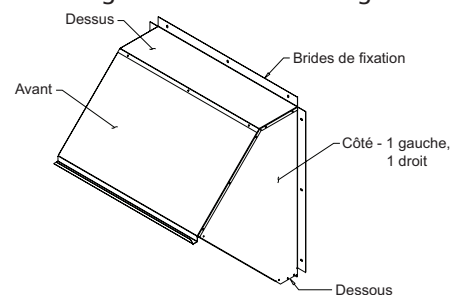

Figure 2 — Pièces à assembler
- Identifier les pièces à assembler, 1 dessus, 1 avant, 2 côtés, 1 dessous et 1 grille oiseaux. Voir la Figure 2.